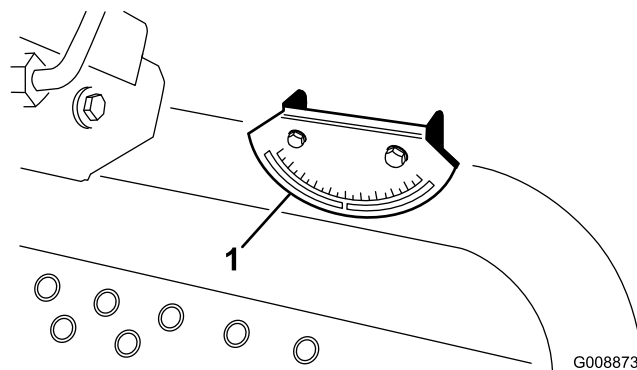

Figura 6
2. Verifique o nivelamento da máquina colocando um inclinómetro (fornecido com a máquina) na calha do chassis próximo do depósito de combustível (Figura 6). Quando observado da posição do utilizador, o inclinómetro deve registar zero graus.